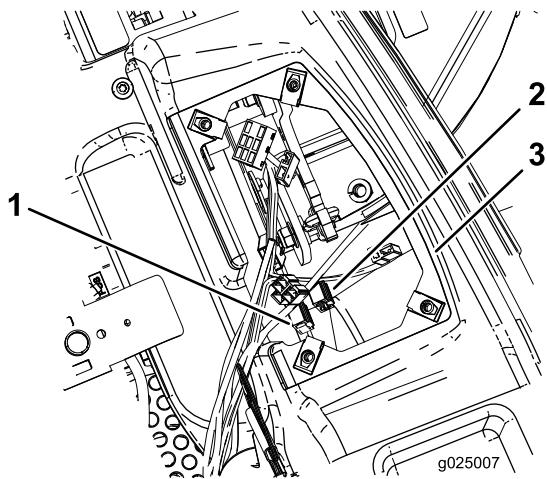

Figure 15
- Sur les machines à partir de l'année-modèle, montez le fusible de 15 A dans la fente libre des accessoires du porte-fusibles (Figure 15).